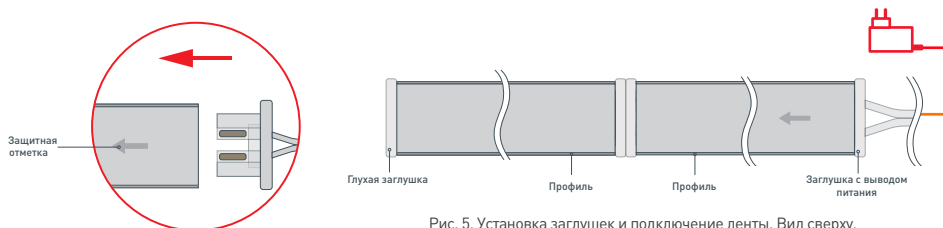

Рис. 5. Установка заглушек и подключение ленты. Вид сверху.
- Установите на конструкцию из профилей глухую заглушку с одной стороны и заглушку с выводом питания 5.5 DC в направлении специальной защитной отметки - с другой, как показано на рис. 5, соблюдая полярность. Подключите собранный светильник к источнику питания